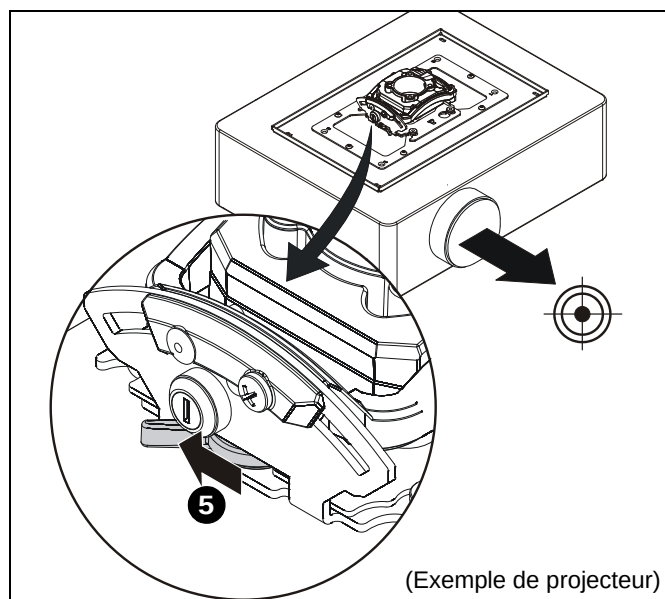

Figure 6
5. Placez le levier de verrouillage en position « bloquée ». (Voir Figure 6)